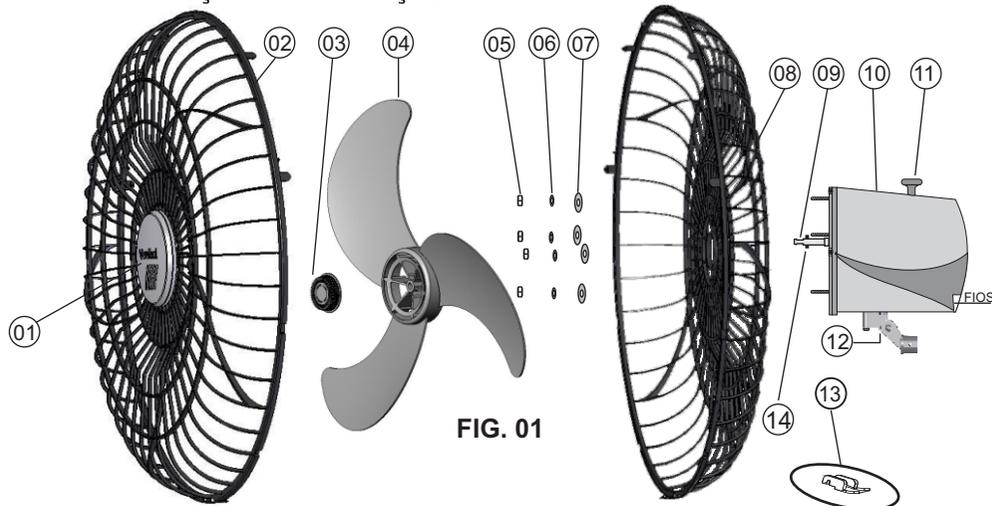
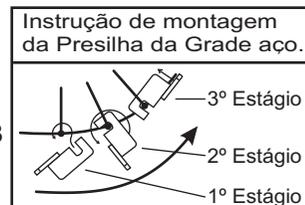

FIG. 01
FIG. 03
- 1º - Posicione e encaixe a grade traseira(08) nos parafusos distribuindo ao redor do eixo do motor(09) já com as arruelas lisas(07) colocadas, em seguida, sobreponha em ordem as arruelas de pressão (06), apertadas pelas porcas (05), ate ficar bem firme, conforme fig 01.
- 2º - Posicione a hélice(04) no eixo do motor de maneira que o encaixe da hélice fique encaixado no pino trava(14) em seguida, rosqueie a porca da hélice(03)(rosca esquerda), no eixo do motor (09) para apertar a hélice (04).
- 3º - **Grades de aço:** Posicione a grade dianteira (02) em frente a grade traseira de maneira a coincidir os raios das grades, na seqüência, engate as presilhas (13), conforme fig.03, de modo que fiquem distribuídas uniformemente em toda a circunferência da grade. Em seguida fixe o acabamento (01) no centro da grade.